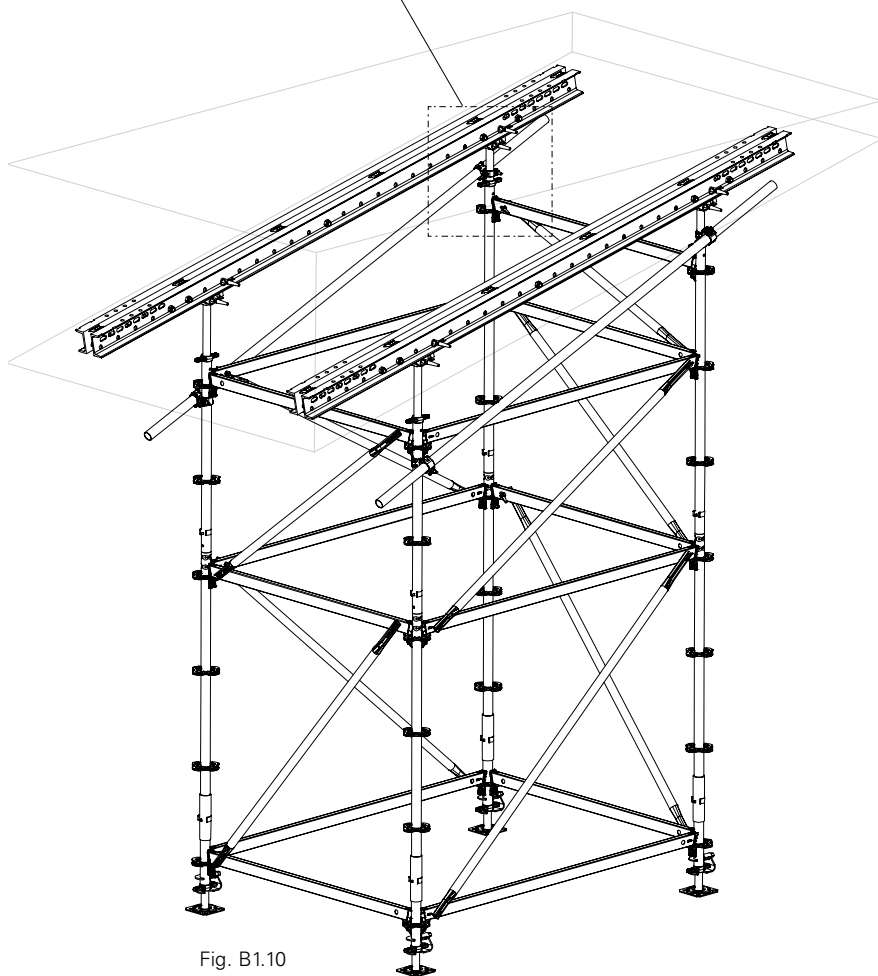

Fig. B1.10
2. Installare sui montanti di testa adattati all'inclinazione (4a) e rinforzare sul livello più alto di rosette con correnti orizzontali (3).
3. Inserire l'albero di testa SRU (53) nel montante di testa come albero di testa e fissare con il dispositivo di sicurezza per piastra di base UJS (6).
4. Rinforzare diagonalmente i montanti lunghi con tubo di impalcatura tra albero di testa SRU e montante UVR (4). Montare inoltre un giunto orientabile DK 38/48 (57) sull'albero di testa, possibilmente vicino all'attacco MP/SRU. Installare sul montante un giunto orientabile DK 48/48 (58) direttamente sotto la prima rosetta.
5. Montare l'attacco MP/SRU (54) con perno calibrato (55) e inserto a molla (56) all'albero di testa del mandrino SRU.
6. Montare l'attacco MP/SRU con il perno calibrato sul corrente SRU. Assicurare il perno calibrato con l'inserto a molla (56).
- (Fig. B1.10 – B1.10a)